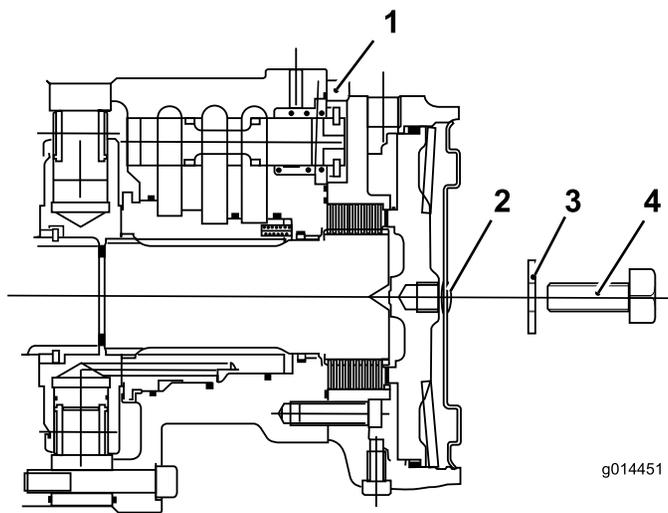

Figura 65
- C. Montate il tappo esagonale sulla piastra di chiusura del motorino (Figura 65).